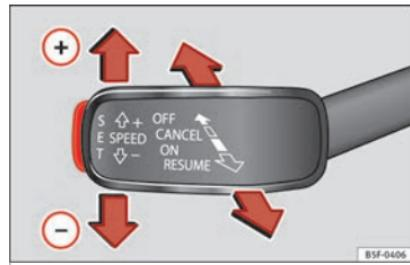

Fig. 50 À gauche de la colonne de direction : troisième levier de commande du GRA.
- Connecter le GRA : placez le troisième levier sur **ON** »» **fig. 50**. Le système se met en
- Activer le GRA : appuyez sur le bouton **SET** »» **fig. 50**. La vitesse est mémorisée et maintenue.
- Déconnecter le GRA temporairement : déplacez le levier en position **CANCEL** »» **fig. 50** et relâchez ou appuyez sur la pédale de frein. Le réglage est désactivé temporairement.
- Reconnecter le GRA : déplacez le levier en position **RESUME** »» **fig. 50** puis relâchez-le. La vitesse mémorisée sera de nouveau enregistrée et régulée.
- Déconnexion du GRA: déplacez le troisième levier sur la position **OFF** »» **fig. 50**. La vitesse mémorisée est effacée et le système est déconnecté.